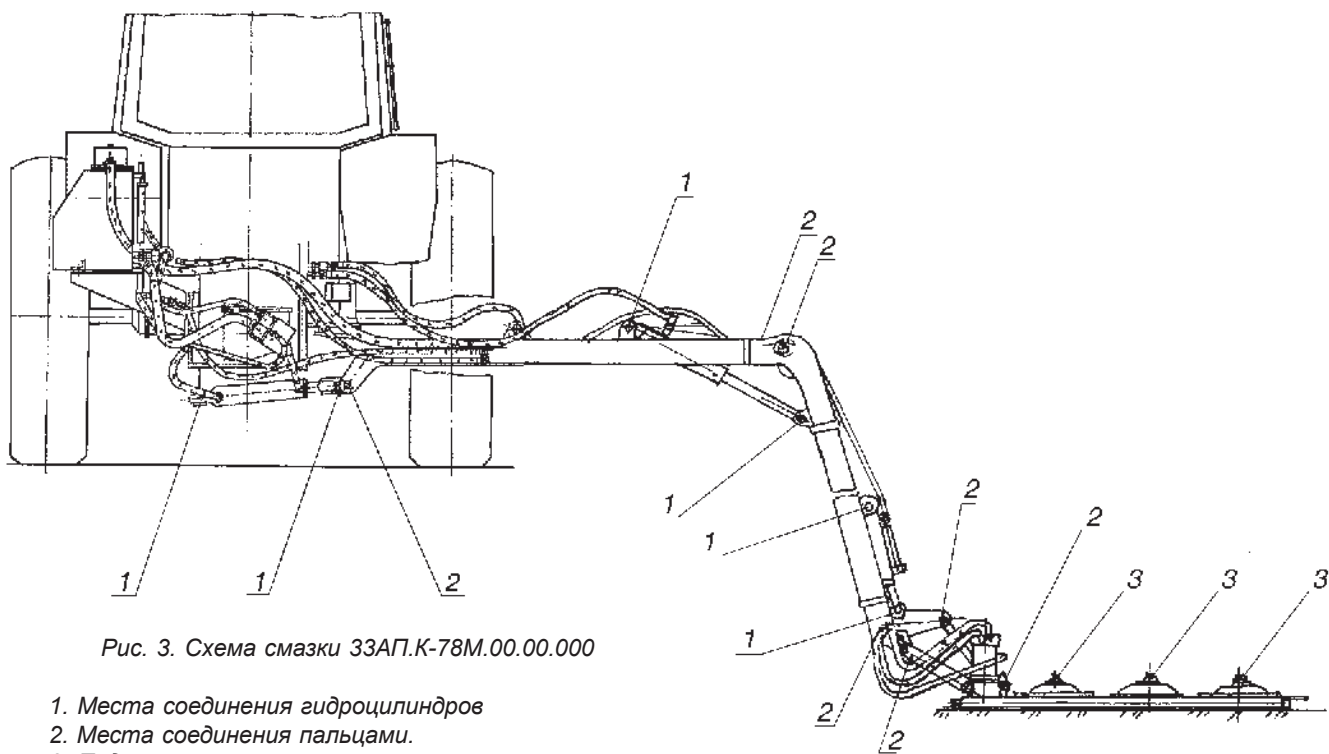

Рис. 3. Схема смазки 3ЗАП.К-78М.00.00.000
7.2.1.6. Произвести смазку согласно с таблицей и схемой смазки (рис. 3) при необходимости.